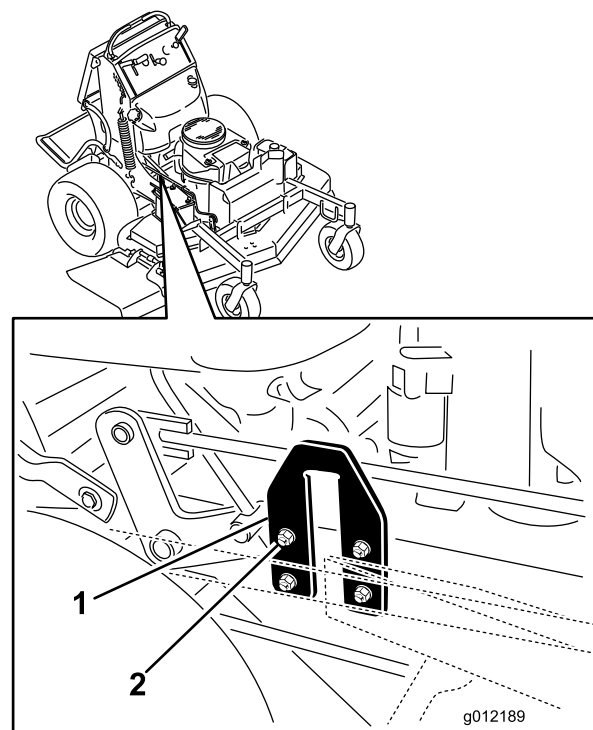

Figura 83
- Localice las chapas con forma de U en los laterales de la plataforma del motor (Figura 83).
- Afloje la chapa en un lado y ajústela hacia arriba o hacia abajo hasta que la diferencia entre las medidas **B** y **C** sea de no más de 6 mm (1/4 pulgada) (Figura 83).